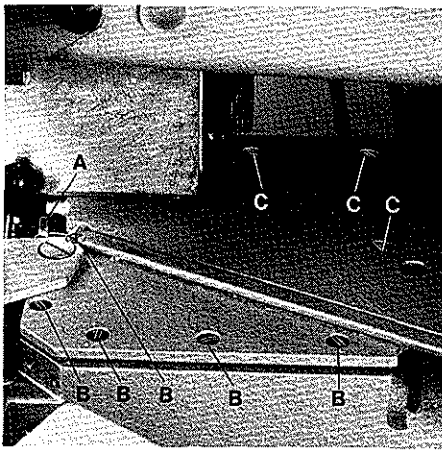
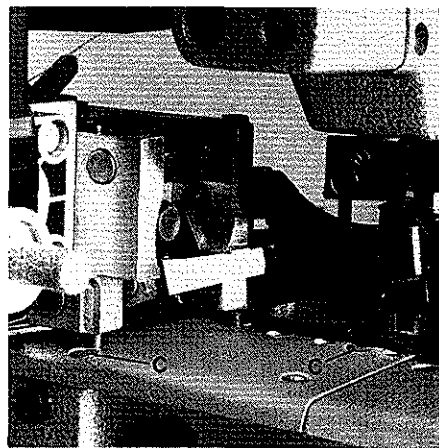

Fig.61
Fig.62
For setting the cutter and for replacing the lower knife the FAST ACTION TAPE CUTTER has to be removed from sewing machine. The upper knife can be replaced with cutter assembled as well. Disconnect cable for FAST ACTION TAPE CUTTER on control box under the table board and the three rapid action hose couplings on cutter (see Fig.3). Remove looper thread guide (A, Fig.61). Screw out the five countersunk head screws (B) and the five filister head screws (C, Figs. 61 and 62) and remove the FAST ACTION TAPE CUTTER assembly from sewing machine.
Zum Einstellen der Schere und zum Auswechseln des Untermessers wird die "SCHNELLE SCHERE" aus der Maschine ausgebaut. Das Obermesser kann auch in eingebautem Zustand der Schere gewechselt werden. Lösen Sie die Kabelverbindung für die "SCHNELLE SCHERE" am Schaltkasten unter der Nähtischplatte und die drei Schnellverschlußkupplungen an der Schere (siehe Fig.3). Entfernen Sie die Greiferfadenführung (A, Fig.61). Entfernen Sie die fünf Senkschrauben (B) und die fünf Zylinder-Kopfschrauben (C, Fig.61 und Fig.62) und nehmen die komplette "SCHNELLE SCHERE" aus der Maschine.